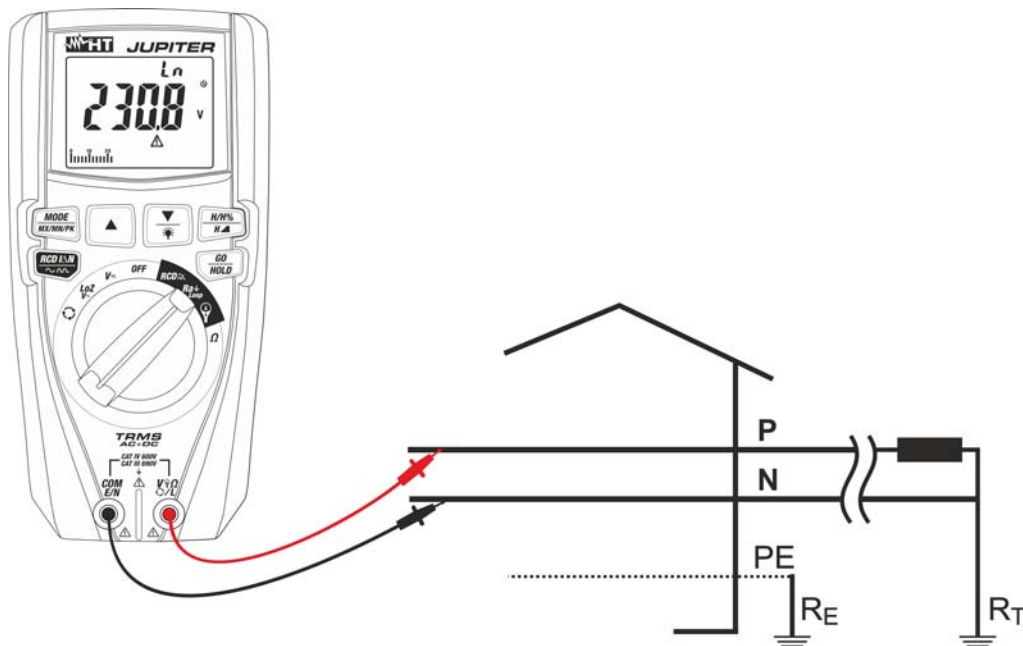

Fig. 26: Utilisation de l'instrument pour mesurer l'impédance de Loop L-N avec embouts.
8. **Pour mesurer la Loop L-N** si on utilise les embouts de mesure, introduire le conducteur rouge dans la borne d'entrée $V\Omega L$ et le conducteur noir dans la borne d'entrée **COM/E/N** puis connecter l'instrument à l'installation sous test (voir Fig. 26). La valeur de la tension Phase-Neutre apparaît à l'écran.